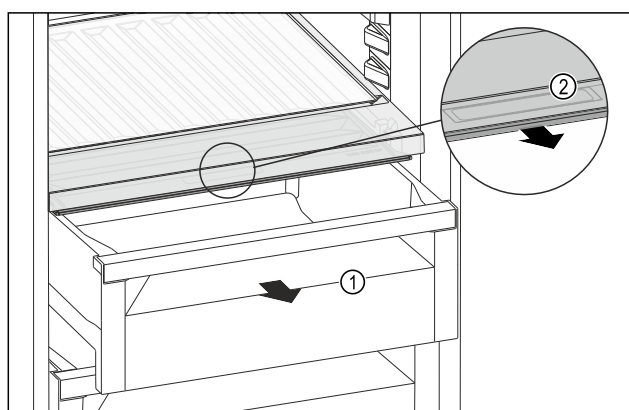

Fig. 221
- ▶ Izvucite ladicu Fig. 221 (1).
- ▶ Primite ručku Fig. 221 (2) na poklopcu pretinca i istodobno povucite poklopac pretinca prema naprijed.